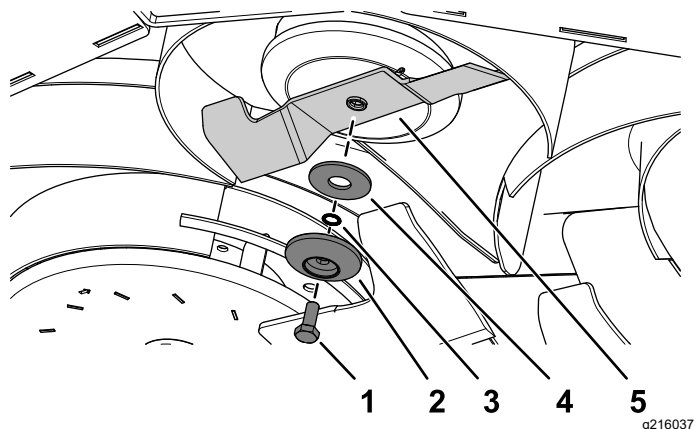

Figura 104
2. Togliete il bullone della lama, il fermo della lama, la rondella di bloccaggio elastica, la rondella curva e la lama dall'albero del mandrino (Figura 104).